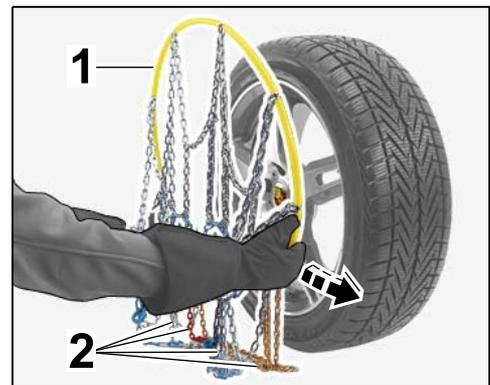

Fig. 3
2.1.2 Arranger le chemin de la chaîne à neige (⇒ Fig. 3).